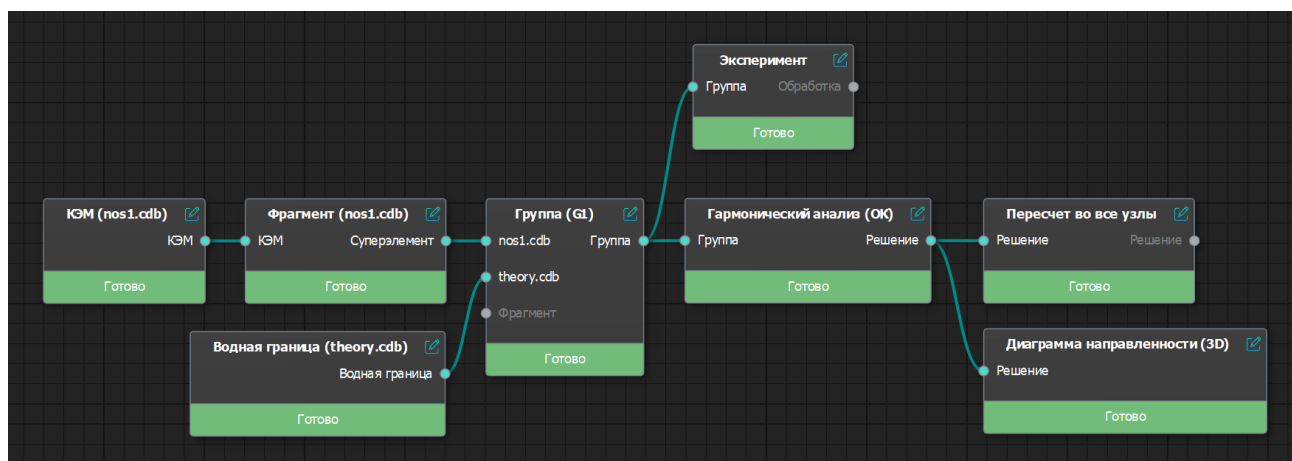

Рисунок 61 – Пример схемы обеспечения виброакустического расчета с помощью комбинации модулей ПО «САТЕС-ДК»
«Рабочая область» (4) на Рисунке 61 предназначена для формирования последовательности выполнения расчетных задач в виде горизонтальной схемы, состоящей из описанных ниже карточек модулей, соединенных линиями (связями) (Рисунок 61).